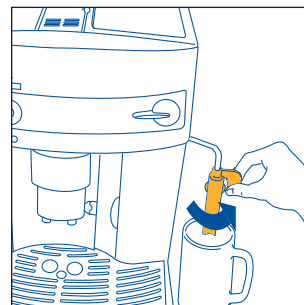
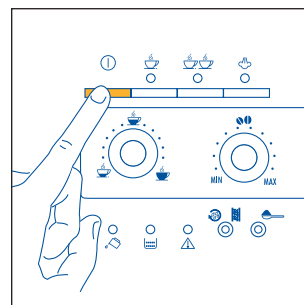

Fig. 3
Fig. 4
2. Spostare il cappuccinatore verso l'esterno, posizionarvi sotto una tazza (fig.3) e accendere la macchina premendo il tasto ① (fig. 4).
- ruotare il cappuccinatore verso l'esterno della macchina (fig. 3).
- Posizionare un contenitore sotto il cappuccinatore (fig. 3).
- Spostare all'esterno il cappuccinatore (fig. 3).